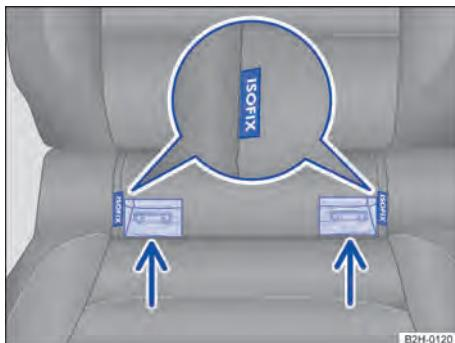

Fig. 42 No banco do veículo: identificação dos pontos de ancoragem inferiores para cadeiras de criança.
Dois olhos de retenção, os assim chamados pontos de amarração, se encontram entre o encosto e o banco nos locais externos do banco traseiro → Fig. 42.
- Colocar a cadeira de criança nos olhos de retenção no sentido das setas → Fig. 42. As aberturas de introdução encontram-se perpendicularmente ao lado da inscrição ISOFIX. A cadeira de criança deve engatar de modo seguro e audível (clique).
- Posicionar a cadeira de criança sobre a superfície do banco e prender os ganchos dos cintos de fixação nos olhais de fixação → Fig. 42, desde que os cintos de fixação tenham sido fornecidos juntamente com a cadeira de criança.